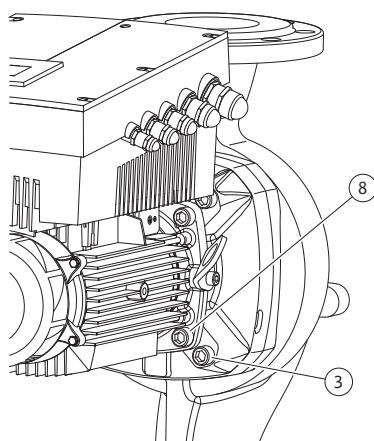

Fig.50: Opcjonalne mocowanie głowicy silnika
11. Odkręcić i usunąć śruby (rys. 7, poz. 3). W zależności od typu pompy dotyczy to śrub zewnętrznych (rys. 50, poz. 3). Główica silnika (patrz rys. 13) nawet po usunięciu śrub pozostaje bezpiecznie zamocowana w korpusie pompy, również przy poziomym położeniu wału silnika nie ma niebezpieczeństwa przewrócenia.
16. W zależności od typu pompy poluzować śruby (rys. 7, poz. 10) lub alternatywnie śruby (rys. 50, poz. 8).
22. Ostrożnie wsunąć latarnię na wał i ustawić w poprzedniej lub w innej pozycji pod kątem w stosunku do kołnierza silnika. Przestrzegać przy tym dopuszczalnych pozycji montażowych poszczególnych elementów (patrz rozdział 7.1 „Dozwolone pozycje montażowe i zmiana rozmieszczenia elementów przed instalacją” na stronie 142). Zamocować latarnię śrubami (rys. 7, poz. 10) **albo** – w przypadku typów pomp/typów latarni wg (rys. 50) – śrubami (rys. 50, poz. 8) na kołnierzu silnika.